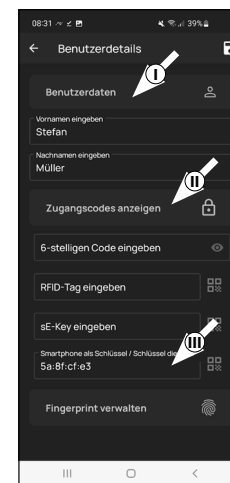

Fig. 3
- 3 Si accede a una panoramica dei dati utente. Se è stato generato un nuovo utente, immettere qui il nome e cognome dell'utente (I) (Fig. 3).
In questo paragrafo è possibile memorizzare il supporto di apertura desiderato per l'utente (II) (Fig. 3). L'apertura della serratura tramite smartphone è stata memorizzata automaticamente nel profilo utente del primo utente (III) (Fig. 3).